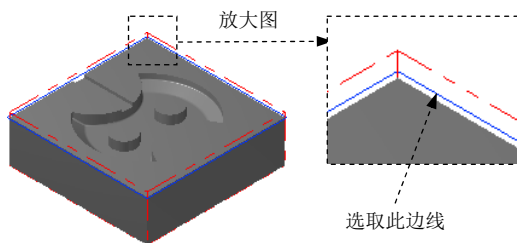

图 22.43 选取切削范围边线
(2) 设置加工边界。在 **Containment boundary** 区域中单击 按钮，系统弹出“串连选项”对话框。在图形区中选取图 22.43 所示的边线，单击 按钮，系统返回至“刀具路径的曲面选取”对话框。
(3) 单击 按钮，完成加工区域的设置，此时系统弹出“曲面精加工平行铣削”对话框。